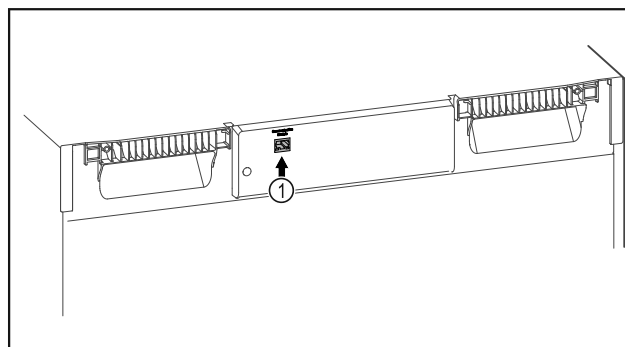

Fig. 140
- Założono SmartModule Fig. 140 (1).